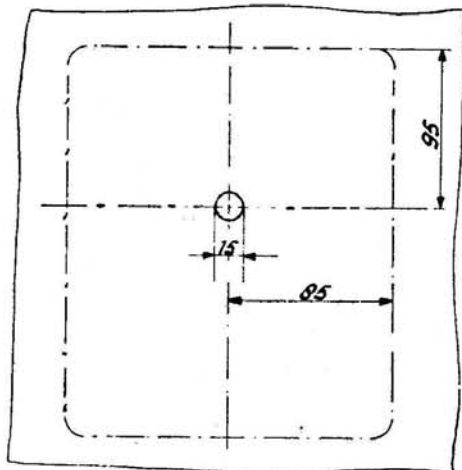

Fig. 3
- Au moyen d'un boulon central. Les mesures fixant l'emplacement du trou à forer sont indiquées sur la fig. 3.